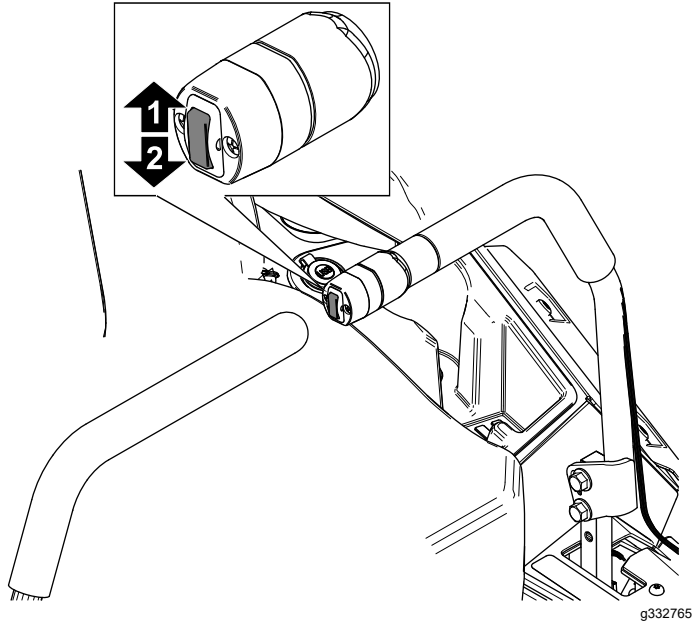

Figura 21
1. Empurre para cima o interruptor de elevação da plataforma (Figura 21).